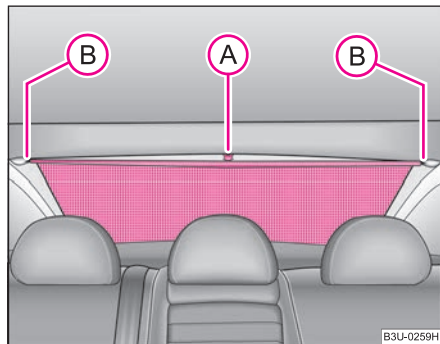

Fig. 48 Luneta: Ruloul parasolar
- Trageți ruloul parasolar de curelușa **A** și agățați-l în suportul **B** ⇒ fig. 48.